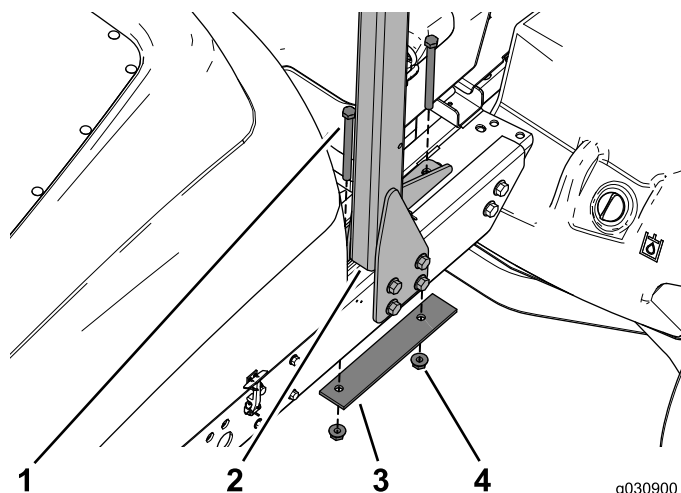

図 5
6. ワイヤハーネスとバッテリーコンパートメントの位置をずらすなどして、ROPSをフレーム上部に固定しているボルト2本、補強プレート、フランジナットを外す図 5。外した部品類は捨てないこと。